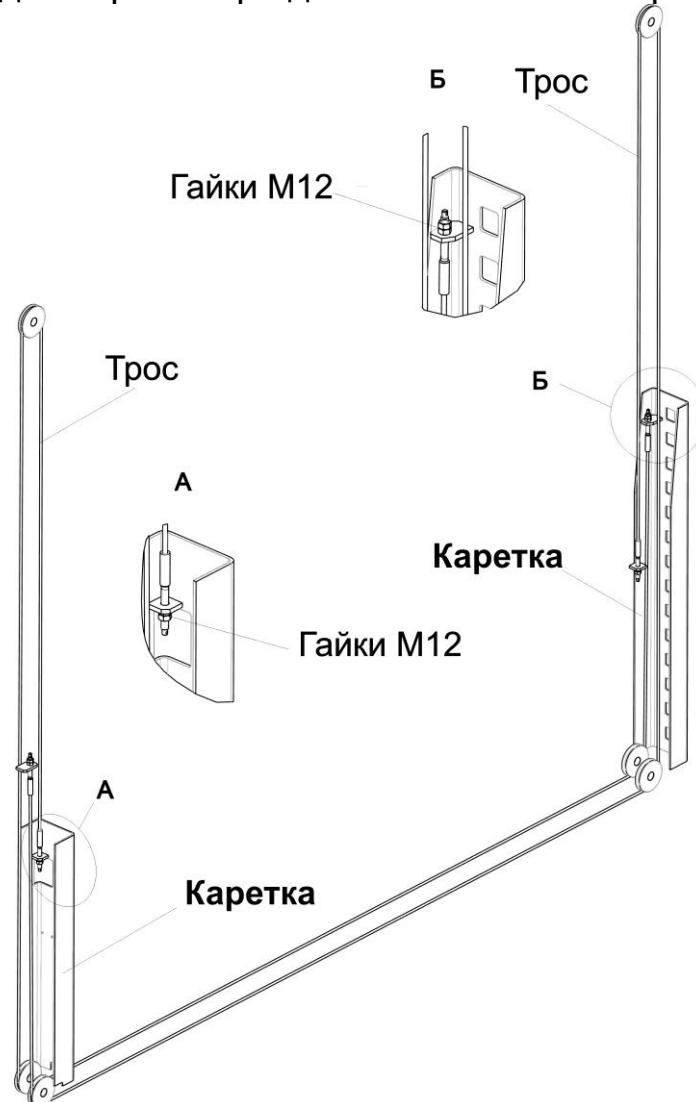

Рисунок 6.3 - Схема запасовки синхронизирующих тросов
6.6 Поднять каретки погрузчиком или другими подъемными средствами и установить их на фиксаторы (на высоте около 460 мм от пола). Установить тросы системы синхронизации кареток (см. Рисунок 6.3). Для облегчения монтажа тросов в каретках использовать тонкую проволоку, продетую через отверстие в наконечнике троса, убедиться, что тросы расположены на блоках. Отрегулировать натяжение тросов, путем закручивания гаек M12, до одинаковой степени натяжения, затем законтрить. При чрезмерном натяжении тросов каретки движутся прерывисто. При недостаточном натяжении тросов одна каретка при движении может опережать другую.